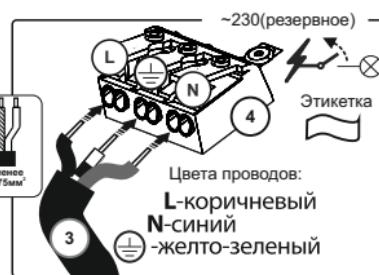

Рисунок 5
**4.3.2 Подключение резервного питания (рисунок 5) (клеммная колодка с этикеткой): подключите токоподводящий кабель (3) к клеммной колодке светильника (4), соблюдая цветовую маркировку.**